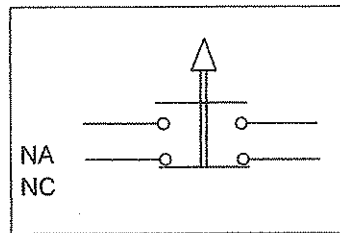

Fig. 5
6. Los pulsadores o botoneras son pequeñas llaves destinadas usualmente a manejar corrientes, que por razones de seguridad, deberían ser de baja intensidad y baja tensión. El pulsador está constituido como una unidad, para ser aplicado a un tablero, mientras que la botonera es una caja que contiene dos, tres o mas pulsadores. En la Fig. 5 se observa un pulsador con un par de contactos NA en la parte superior y otro NC en la parte inferior. Al ser presionado, cerrará la línea superior y abrirá la inferior. La flecha hacia arriba indica que esa es su posición normal, ya que está empujado por un resorte.